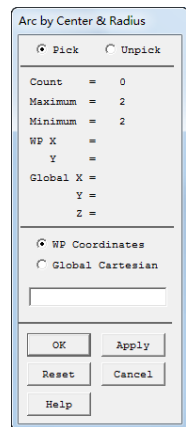

图 11-71 “Arc by Center & Radius”对话框
⑮依次选择 Main Menu→Preprocessor→Modeling→Create→Lines→Arcs→By Cent & Radius，会弹出“Arc by Center & Radius”对话框，如图 11-71 所示，在第三栏中选择“WP Coordinates”，在输入框输入 0。
⑯单击“OK”按钮，会再次弹出“Arc by Center & Radius”对话框，如图 11-71 所示，在第三栏中选择“WP Coordinates”，在输入框输入 0.9。